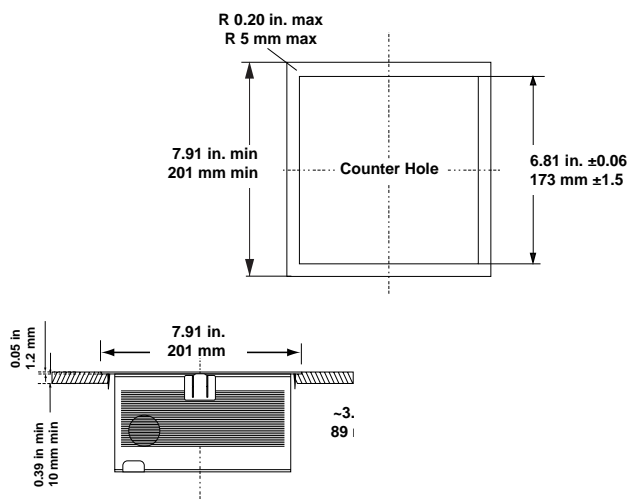

図 1-12 LS7808-SR20008SNR の設置（オプション B）
1. カウンタに、2 つの同心の正方形（内側の正方形は 173mm、外側は 201 mm）を描きます（図 1-12 を参照）。